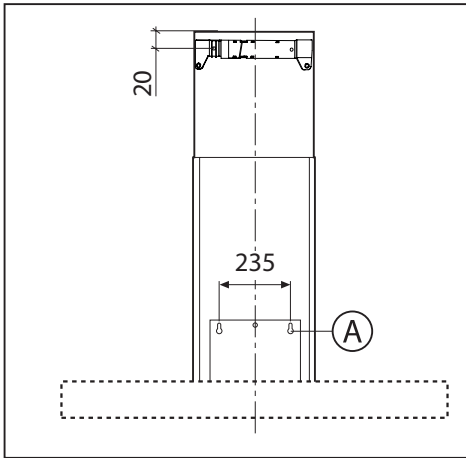
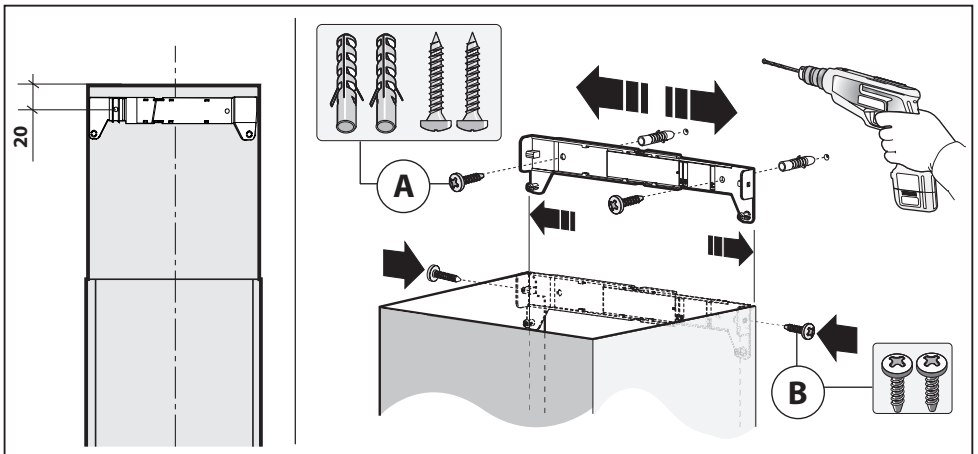

Fig.2
Fig.4
- Eseguire i fori **A** rispettando le quote indicate (Fig.2).
- Regolare la larghezza della staffa di supporto del camino decorativo superiore (Fig.4).
- Successivamente fissarla al muro in modo che sia in asse con la vostra cappa tramite le viti **A** (Fig.4) e rispettando la distanza dal soffitto indicata in Fig.2.